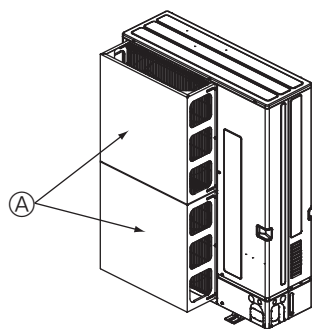

Fig. 2-5
- 2 Установіть додатковий повітропровід, якщо блок встановлено в місці, де сильні вітри внаслідок тайфунів можуть перешкоджати циркуляції повітря через отвір для виходу повітря. (Fig. 2-5)